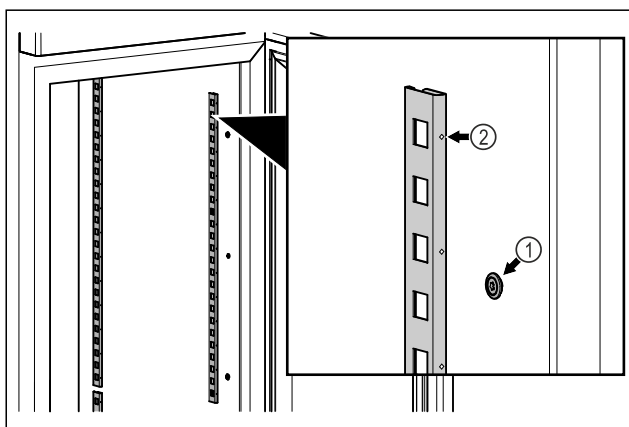

Fig. 48 Exempel
- ▶ Haka fast haklisterna i upphängningen Fig. 48 (1). Marker-ingen Fig. 48 (2) måste peka framåt.